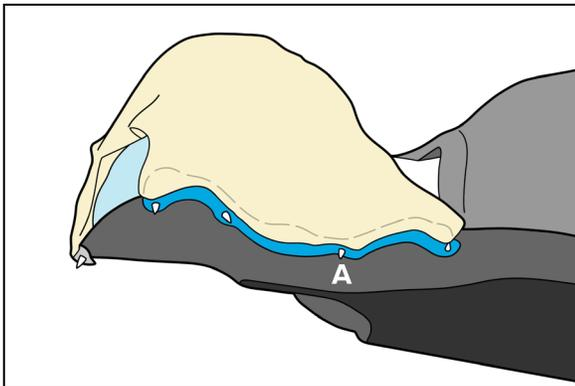
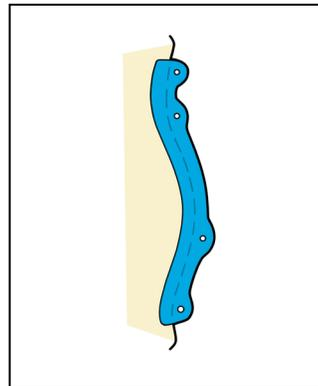
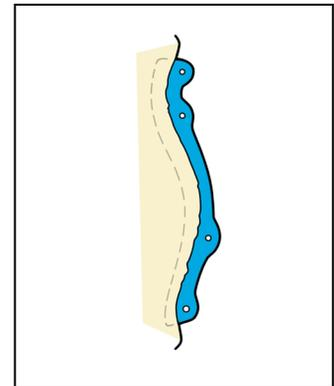

Figura 10
Figura 11: lato telaio
Figura 12: lato saldato
**! NOTA !** La maschera BoS è progettata per essere modellata con il lato saldato (vedere Figura 12) della maschera rivolto verso l'esterno rispetto al paziente durante il fissaggio ai perni del dispositivo BoS. Durante la preparazione della maschera, immergere il lato telaio (vedere Figura 11) della maschera nel bagno d'acqua o inserirlo nel forno e verso il paziente. È più semplice collegare il telaio a BoS collegando innanzitutto il perno contrassegnato con "A" nella Figura 10.